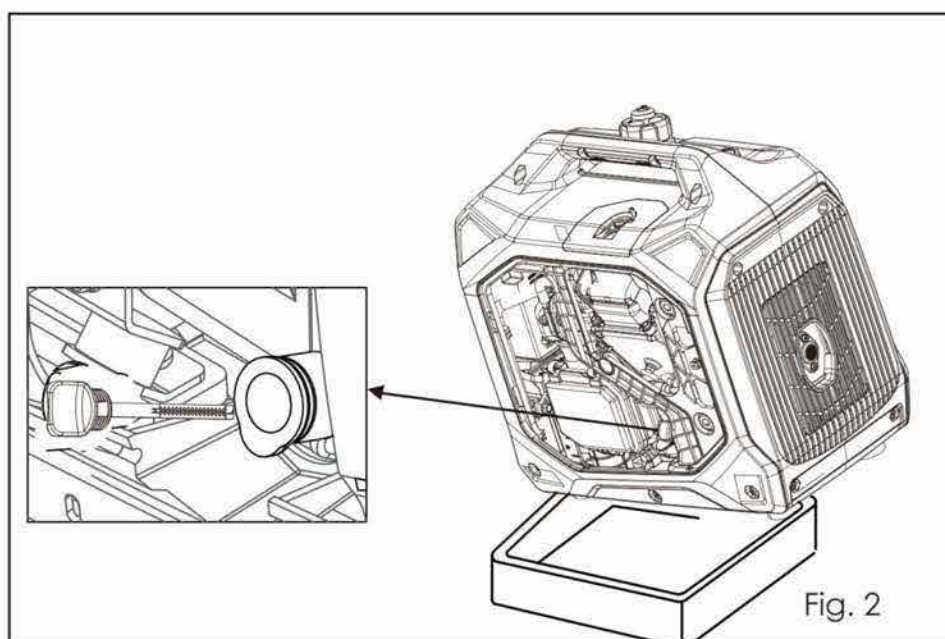

Fig. 2
- Placez une cuvette à huile devant le bouchon de remplissage d'huile (Fig. 2). Retirez le bouchon puis inclinez la machine pour permettre à l'huile de s'écouler dans la cuvette. À l'aide d'un essuie-tout ou d'un chiffon, essuyez toute huile renversée. Éliminez l'huile usagée dans un centre de recyclage d'huile.